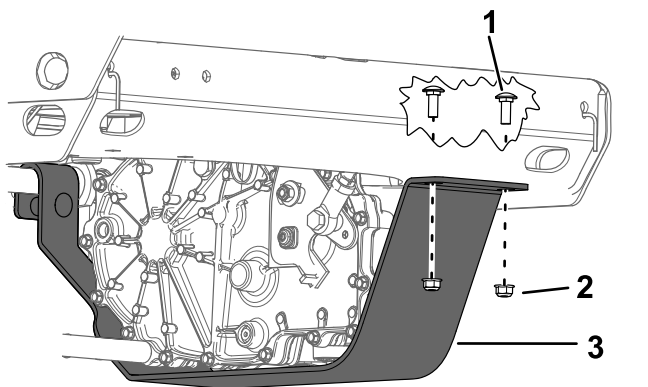

Figure 62
4. Déposez les deux boulons et écrous des protections de la boîte-pont (Figure 62).